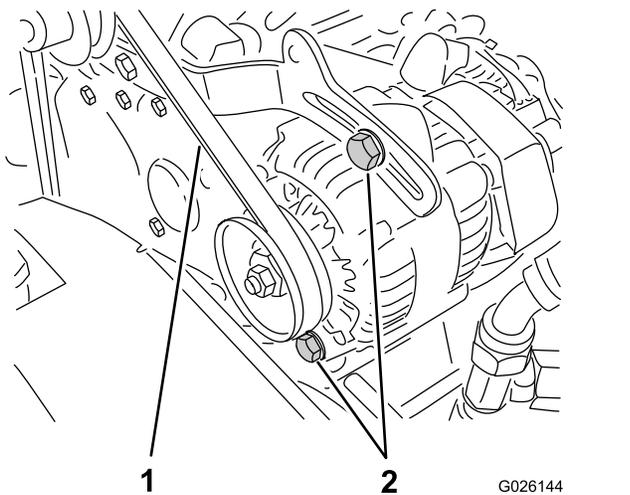

図 60
2. クランクシャフトとオルタネータのプーリ間の中央でベルトを指で押してベルトの張りを点検する。押す力は 10kg 程度(図 60)。
A. オルタネータの取り付けボルト 2 本をゆるめる(図 60)。
B. エンジンとオルタネータの間にボールを入れて適当な張りに調整し、取り付けボルトを締め付ける(図 60)。